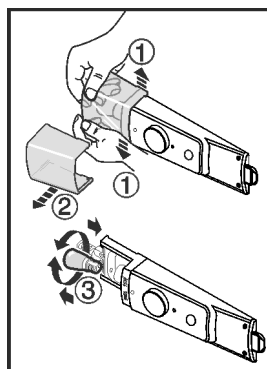

Fig. 10
- Kryt lampy podľa obrázka, vo vnútri, v prednej oblasti rozotlačte Fig. 10 (1) a kryt stiahnite nabok Fig. 10 (2).
- Vymeňte žiarovku. Fig. 10 (3)